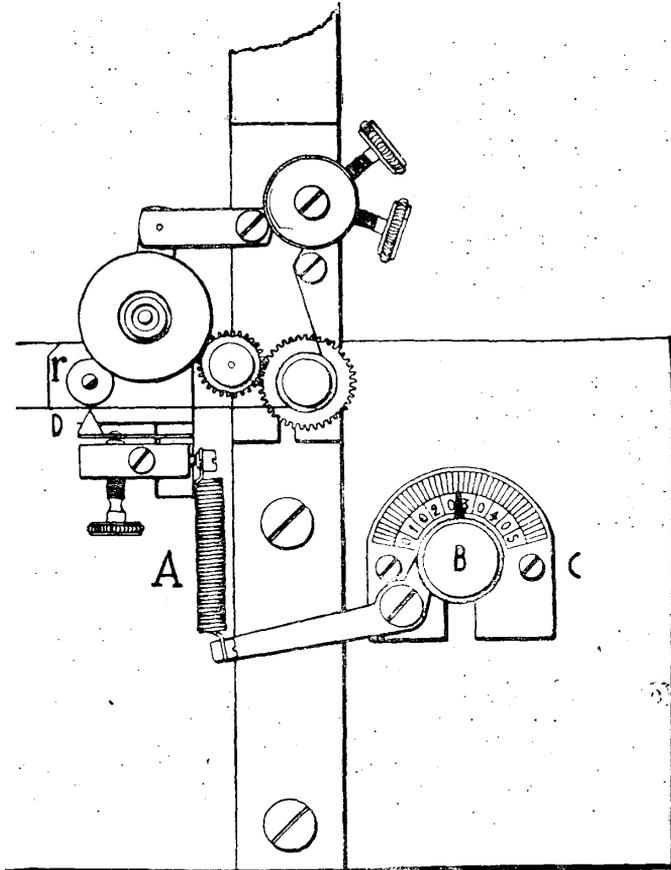

Fig. 27
La Molla Antagonista o Spirale — A — (Fig. 27).
**MOLLA ANTAGONISTA** — La Molla Antagonista o Spirale — A — (Fig. 27), serve a rendere più o meno sensibile l'apparecchio di ricevimento, a seconda della intensità di corrente che viene dalla Linea.
Se arriva una corrente debole, l'Elettro-calamita non acquista la forza necessaria per vincere tutta la tensione che fa la spirale la quale ha il compito di mantenere staccata l'Ancoretta dai nuclei: occorre allora addolcire la molla e ciò si ottiene girando lentamente il bottone — B — (Fig. 27) verso i numeri 2 e 1 segnati sul quadrante — C — (Fig. 27), fissato sulla parte anteriore della Macchina.